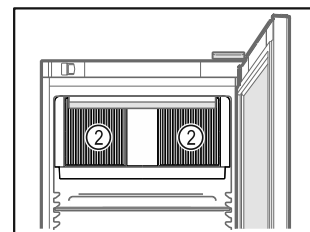

Fig. 49
- A belső térben lévő keringető ventilátor szellőzőnyílásait Fig. 49 (2) tartsa szabadon.